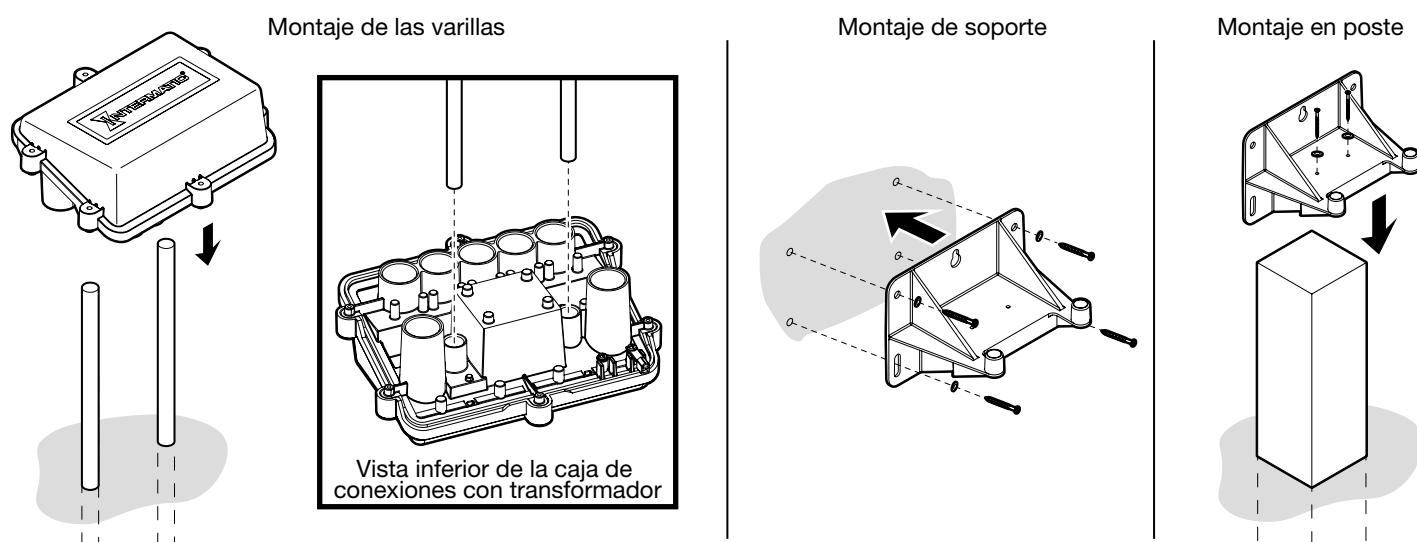

FIG. 2. Opciones de montaje
2. Monte firmemente la caja de conexiones con transformador con varillas de $\frac{3}{4}$ ". Consulte FIG. 2 para obtener información de montaje de las varillas.